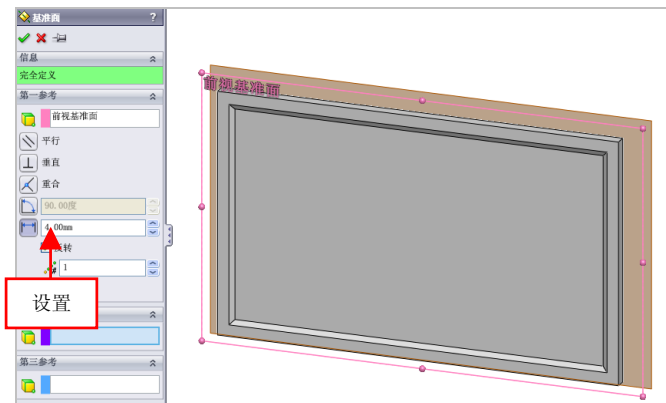

图 16-49 设置参数值
(7) 单击【基准面】按钮，弹出【基准面】属性管理器，选择前视基准面对象，选中【反转】复选框，设置【等距距离】为 4，如图 16-49 所示。